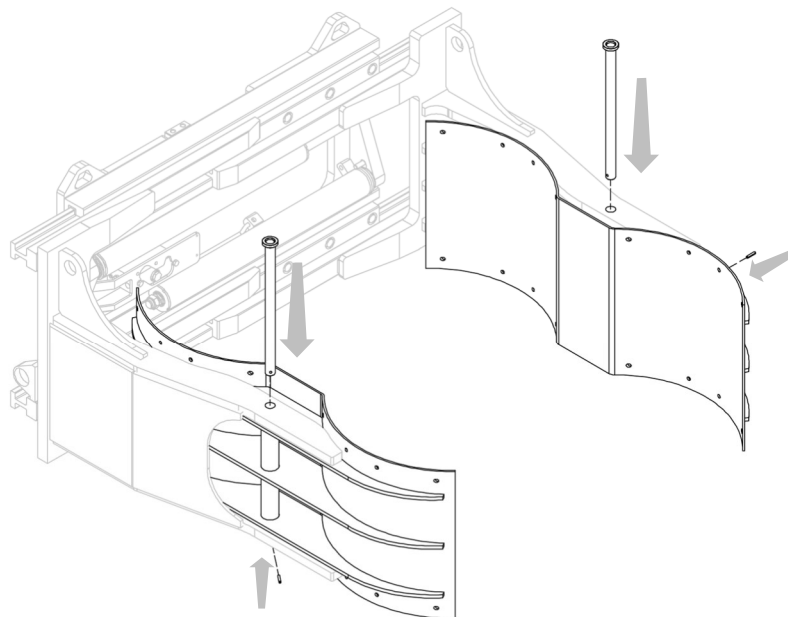
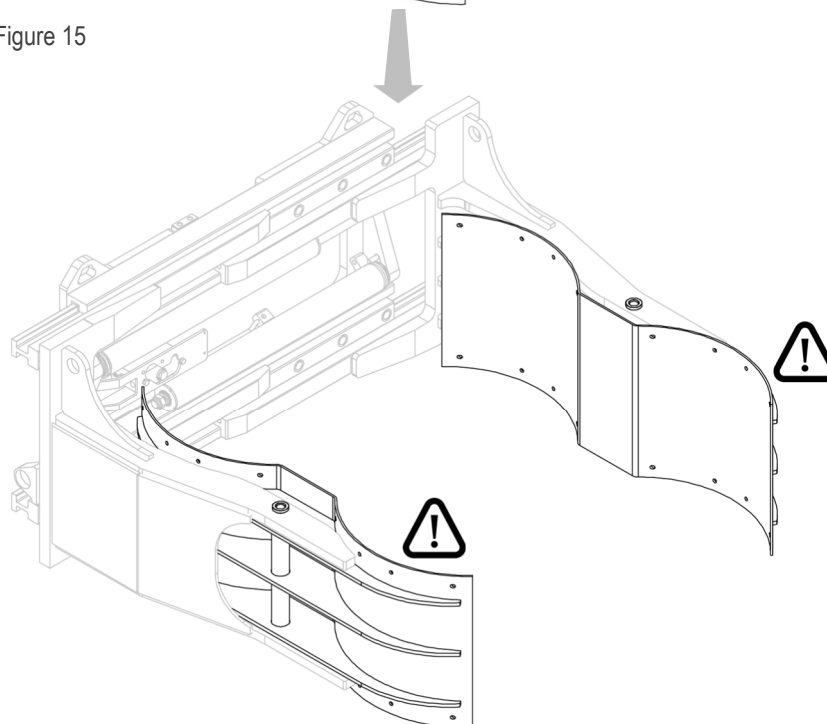

Figure 15
Figure 16
3. Monter les mâchoires sur les fourches, au moyen des pivots et goupilles élastiques de blocage (voir *Figure 15* et *Figure 16*).